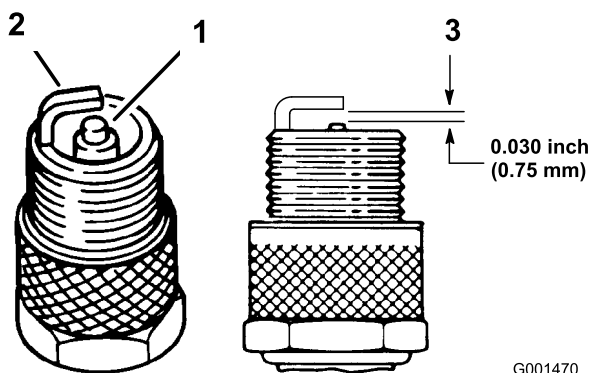

Figure 36
3. Contrôlez l'écartement entre l'électrode centrale et l'électrode latérale (Figure 36). Courbez l'électrode latérale (Figure 36) si l'écartement est incorrect.
3. Branchez la bougie (Figure 36).
1. Examinez le centre de la bougie (Figure 36). Si le bec isolant est recouvert d'un léger dépôt gris ou brun, le moteur fonctionne correctement. S'il est recouvert d'un dépôt noir, cela signifie généralement que le filtre à air est encrassé.